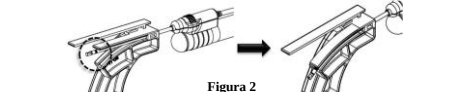

Figura 2
6. Prima di procedere alla curvatura (**Figura 2**), assicurarsi che la striscia nera più larga presente sulla cannula si estenda oltre l'estremità dell'aletta di curvatura. Se la suddetta striscia non si estende oltre l'estremità dell'aletta, il manipolo potrebbe non funzionare correttamente dopo essere stato sottoposto a curvatura.
NOTA: la punta della cannula per i manipoli da 15 ga, 10 cm e 13 ga, 10 cm non si estende sopra la linguetta di curvatura come illustrato in **Figura 2**. Per questi manipoli, inserire semplicemente (fino al punto lineo) nello strumento di curvatura prima della curvatura.